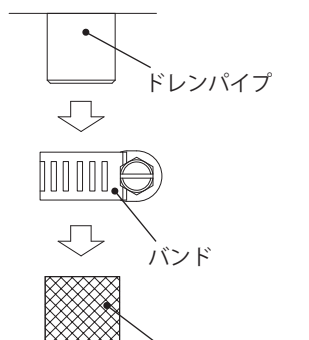

図 8
1. ①ドライバーでバンドのねじをゆるめてください。
2. バンドを下に引き抜いてください。（図 8）
3. ドレンフィルターを回しながら下に引き抜いてください。（図 8）